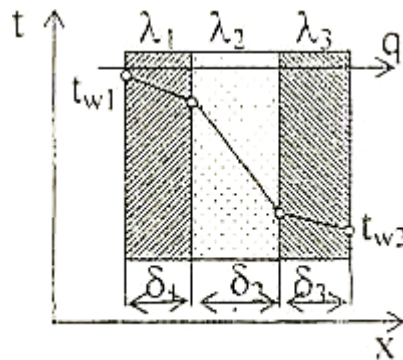

Рис.1. Расчетная схема 3-х слойной плоской стенки
Вычислить плотность теплового потока  $q$ , проходящего через 3-х слойную плоскую стенку (рис.1).
1) Находим тепловой поток  $q$ , Вт/м2, через 3-х слойную плоскую стенку (рис.1) по формуле: